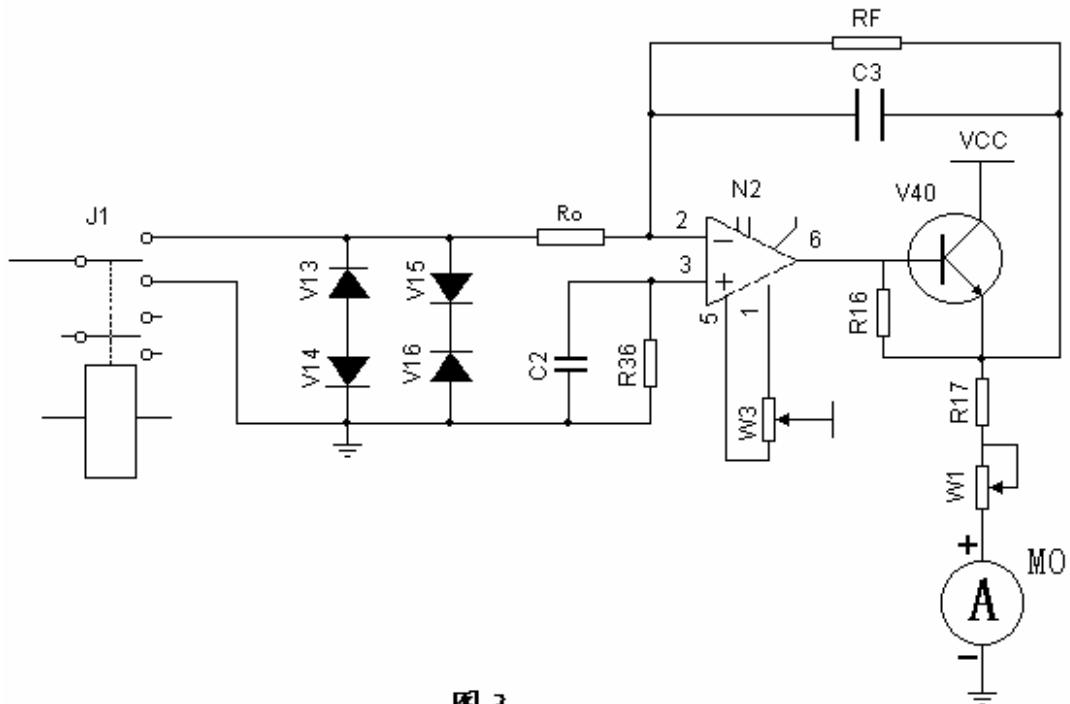

图3
1、测量放大器：见图3，由N2、V40、R0、Rf组成100倍反相比例放大器。由于有较深的负反馈，漏电流表的读数有良好的线性和很小的零飘，所以仪器面板不设置调零。用户可在定期计量或检修时进行检查，必要时调整仪器内的电位器W3、W1予以满足。